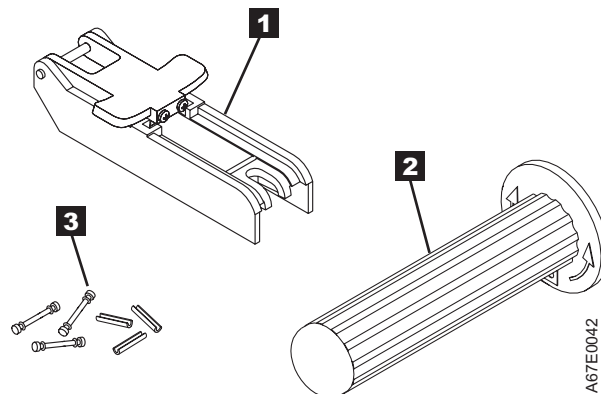

Figura 8-11. Kit de reacoplamiento del eje de guía
- **Herramienta de inserción del eje de guía (1)** de la Figura 8-11). Tensor de plástico que mantiene la puerta del cartucho abierta.
- **Herramienta de rebobinado manual del cartucho (2)** de la Figura 8-11). Dispositivo que se ajusta en el eje del cartucho y permite bobinar la cinta hacia dentro o hacia fuera del cartucho.
- **Suministros del eje (3)** de la Figura 8-11). Ejes de guía y piezas de sujeción en forma de C.